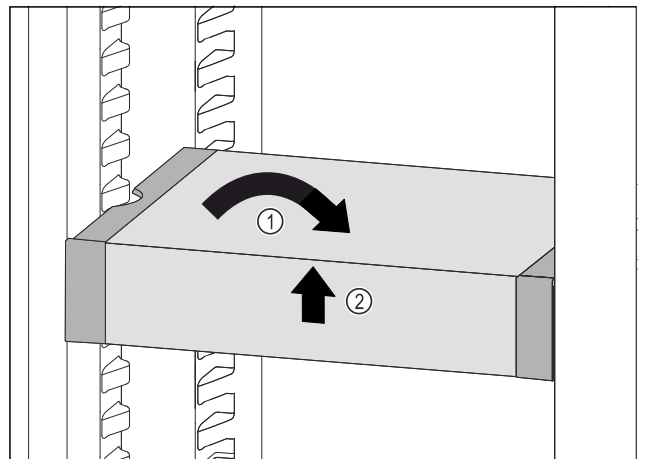

Fig. 74
- ▶ VarioSafe gerade stellen. Fig. 74 (1)
- ▶ VarioSafe vorne anheben. Fig. 74 (2)